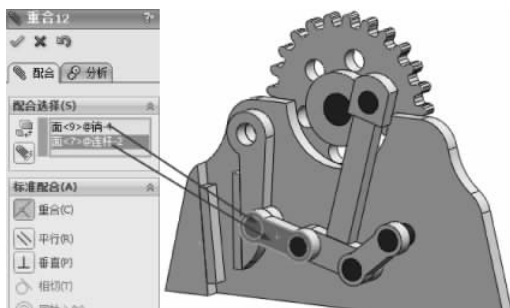

图 3-162 重合配合
(25) 继续进行配合约束,选择【标准配合】选项组下的【重合】配合类型 ,在【要配合的实体】选择框  中选择如图 3-162 所示的面,其他保持默认,单击【确定】按钮 ,完成重合配合。